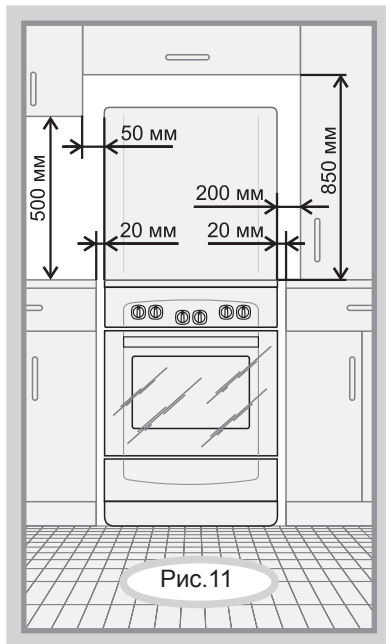

Рис. 11
- Минимальные расстояния, которые необходимо выдержать при установке плиты, показаны на рис. 11. Задняя стенка плиты должна отстоять от поверхности стены не менее чем на 50 мм. Кухонные полотенца, шторы и т.п. должны находиться на безопасном расстоянии, исключающем их воспламенение.